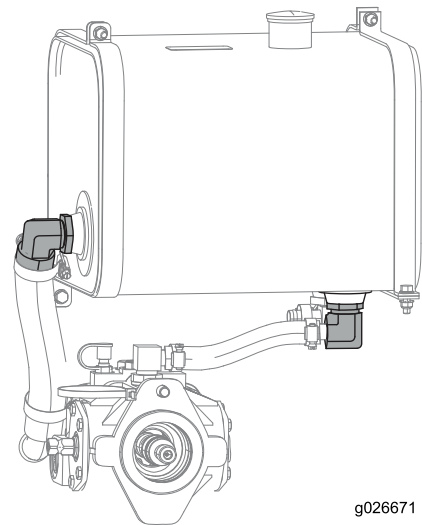

Рисунок 48
10. Снимите коленчатые переходные патрубки, снимите и очистите сетчатые фильтры сжатым воздухом (**Рисунок 48**).